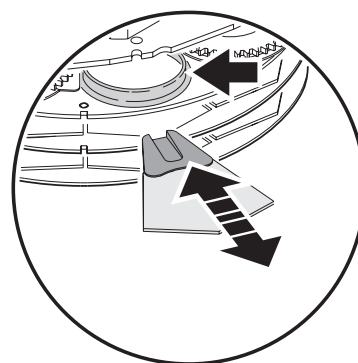

Figura 9: Sustitución de filtro
3. Para facilitar el acceso, alinear la rueda de gobos rotativos de manera que la posición abierta quede sobre el filtro a sustituir (ver flecha en la Figura 9).